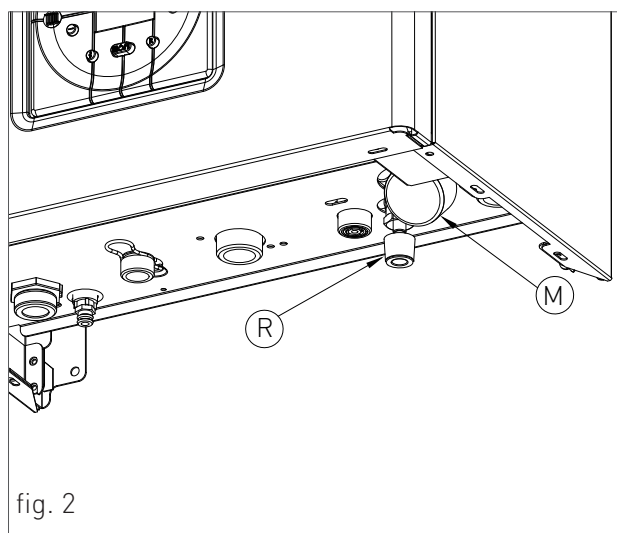
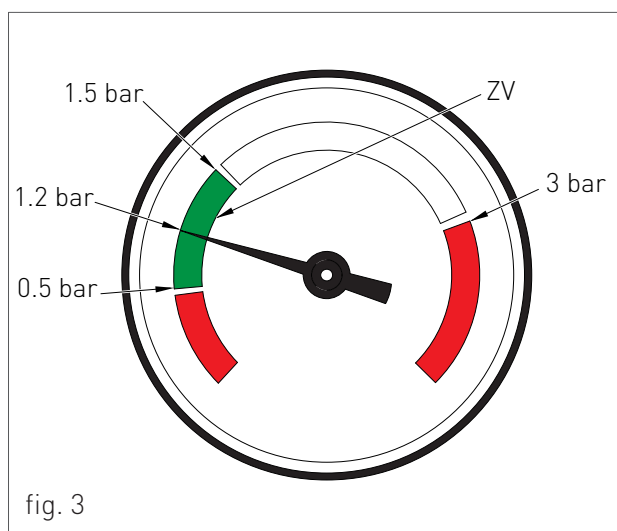

fig. 2
fig. 3
Per il posizionamento, operare come segue (vedi fig. 2):
2. aprire il rubinetto di carico "R" (fig. 2);
3. controllare attraverso il manometro "M" (fig. 2) che la pressione dell'impianto raggiunga 1.2 bar, corrispondente alla metà della zona verde 'ZV' (fig. 3);
4. ad operazione avvenuta, assicurarsi che il rubinetto di carico "R" (fig. 2) sia ben chiuso.
6. se dopo le suddette operazioni si rilevasse una diminuzione della pressione dell'acqua nell'impianto, aprire di nuovo il rubinetto di carico "R" fino a che la pressione nel manometro non segni 1.2 bar (fig. 3).